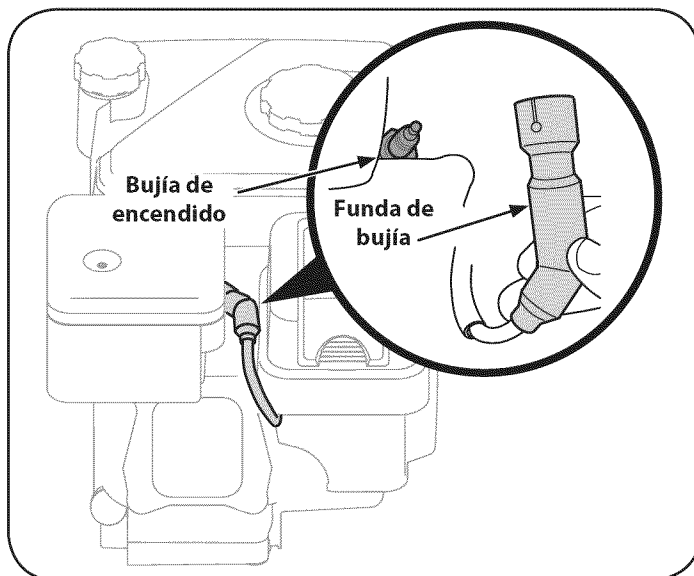

Figura 23
1. Retire la funda de bujía y utilice una llave para bujías para extraer la bujía. Vea la Figura 23.